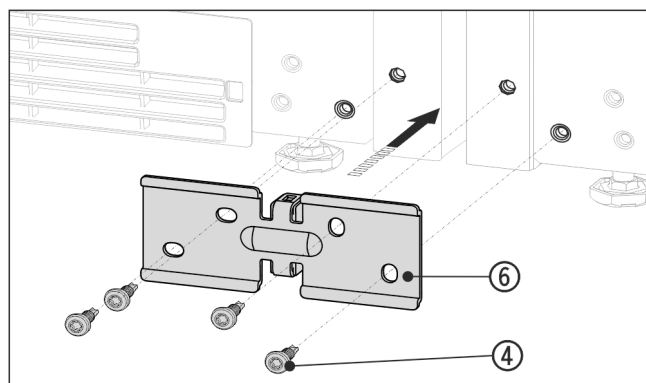

Fig. 12 Zobrazení příkladu
- Úhelník Fig. 12 (6) zasuněte rozpěrným kusem mezi přístroje a přišroubujte 4 šrouby Fig. 12 (4) bez utahování.